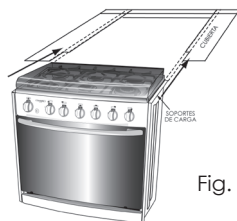

Fig. 5
6. Cargue la estufa y descanse los soportes de carga de la misma en la orilla del corte de la cubierta, deslice la estufa hacia atrás hasta el fondo (Fig. 5).